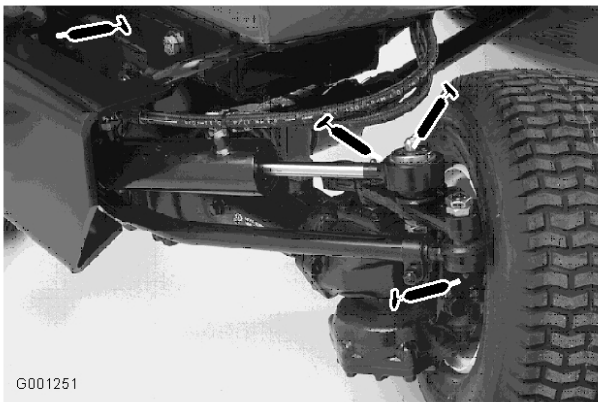

Bild 44
- Zugstangenenden (2) (Bild 44)
- Zylinderstangenenden (2) (Bild 44)
- Lenkgelenke (2) (Bild 44)
- Achsendrehbüchse (Bild 44)